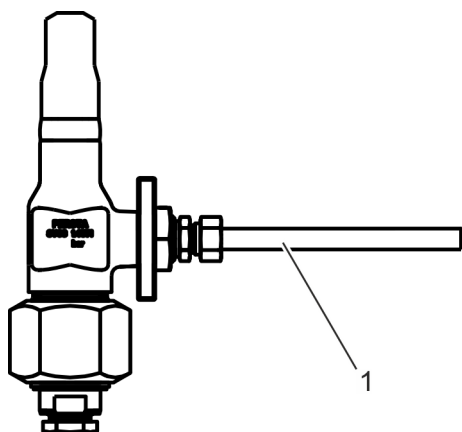

Fig. 14: Tuyau d'évacuation des vapeurs
1. ➔ Monter les dispositifs de protection afin de recueillir et d'évacuer le fluide sortant du tuyau d'évacuation des vapeurs (Fig. 14/1).